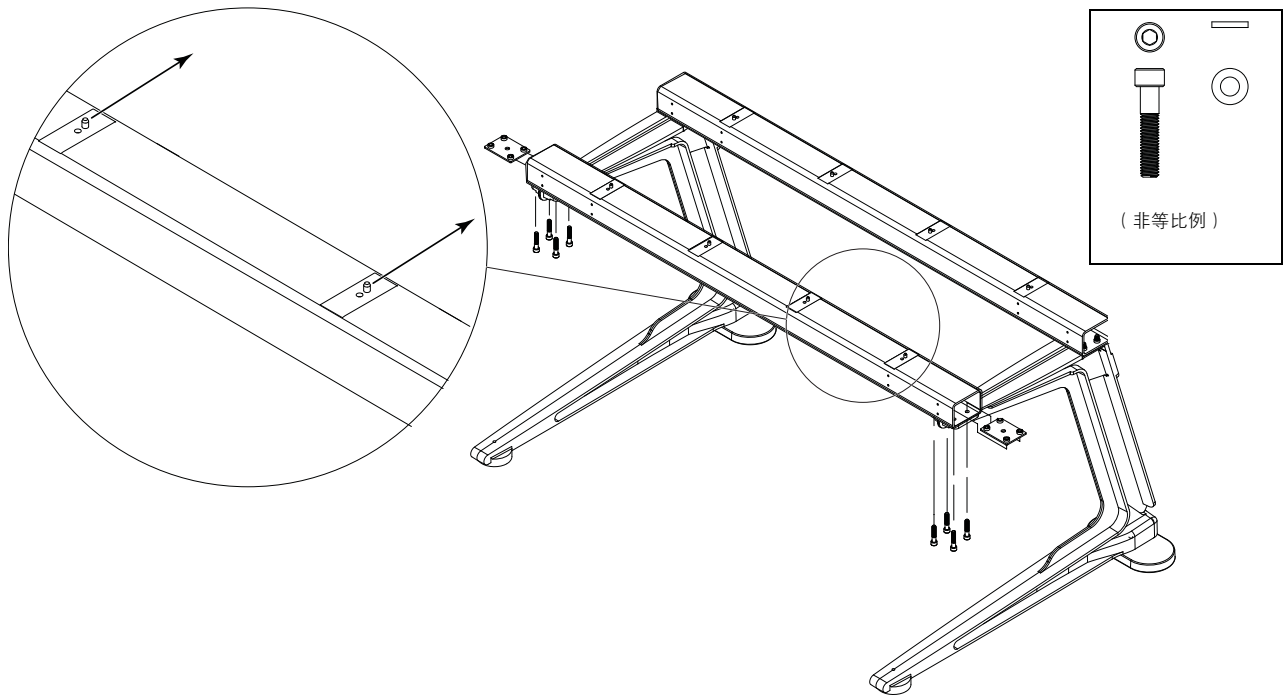

图 4 前端横梁顶部销子的方位
- 2 在两端各放一个安装板，然后分别使用四个紧固件和垫圈（随附）将横梁装配到支脚前端之间（见图 4）。请不要拧紧紧固件。